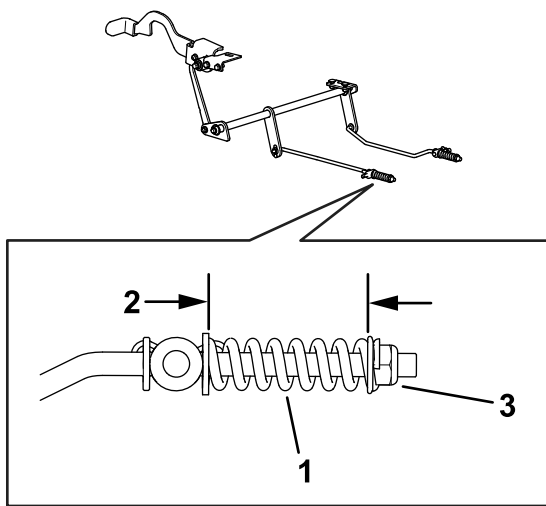

Figura 58
8. Controllate entrambe le lunghezze della molla come mostrato in Figura 58. Qualora si renda necessaria una regolazione, ruotate il dado di ritenuta della molla in senso orario per accorciare la molla e in senso antiorario per allungarla. Ripetete il passaggio 6.